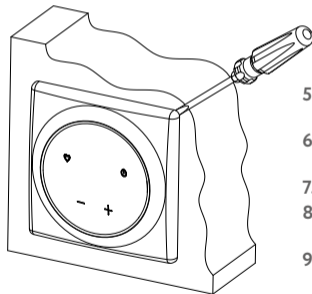

Fig. 8
2. Insérez-le dans le coin entre le cadre OneKeyElectro et le mur (Fig. 8).